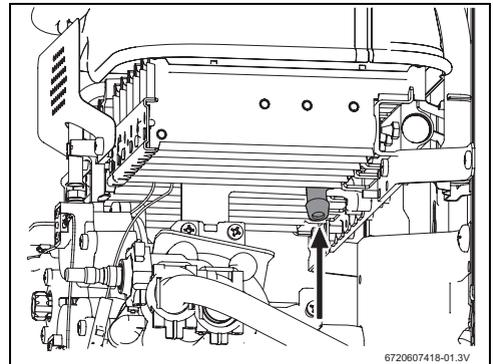

Fig. 13 Punto de medición de presión
- ▶ Liberar el tornillo del punto de medición (→Fig. 13).